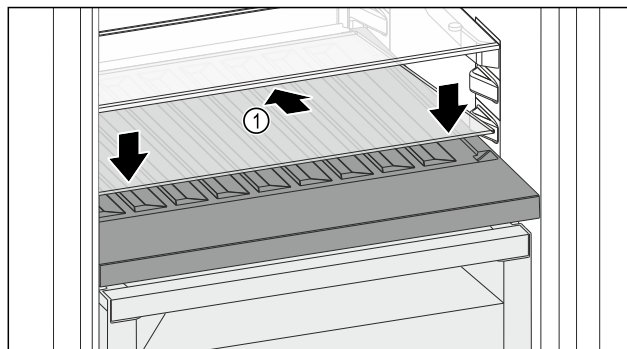

Fig. 105
- ▶ 向后下方倾斜放置玻璃隔板 Fig. 105 (1)。
- ▶ 放低玻璃隔板 Fig. 105 (1) 前部。